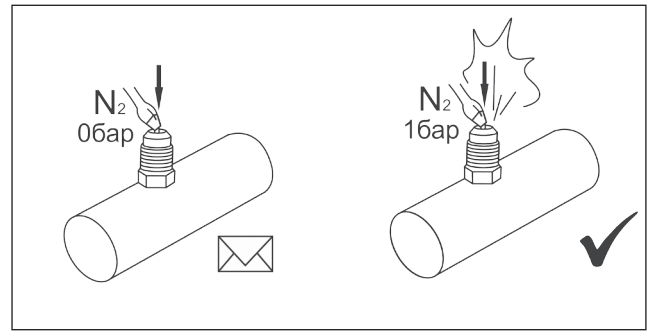

Рис. 8.5
4. Воздухоохладитель поставляется заполненным азотом особой чистоты под избыточным давлением. Непосредственно перед установкой проверьте наличие избыточного давления (Рис. 8.5).